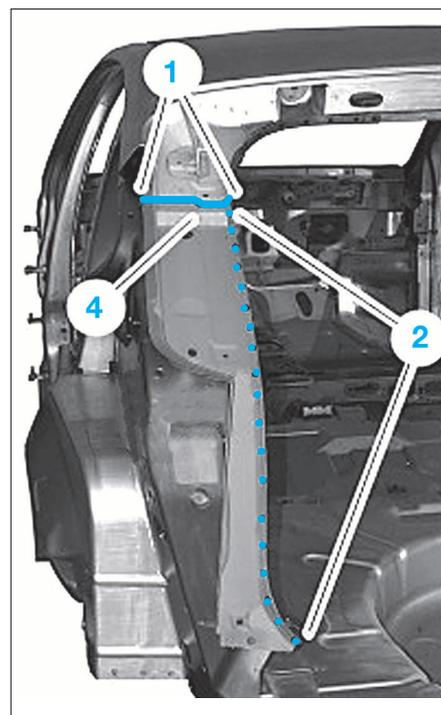
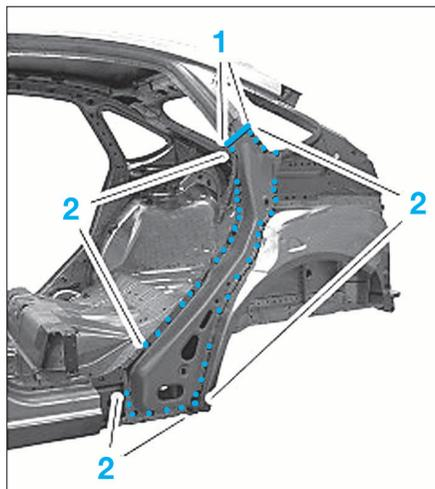

FIG. 74
FIG. 81
- Découper la gouttière de coffre zone (1) (Fig.74).
- Meuler les points de soudure (2).
- Chauffer la zone (4) à 170° afin de décoller l'insonorisant.
- Découper le renfort de passage de roue zone (1) (Fig.81).